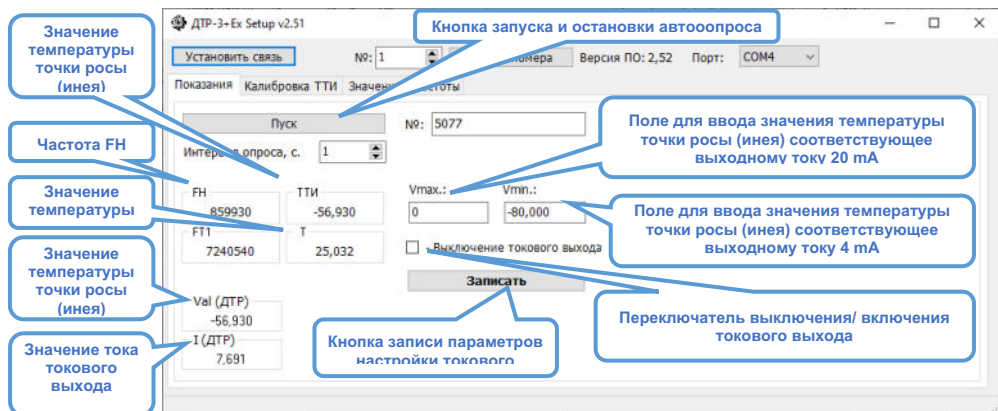

Рис. 9. Вид вкладки «Показания» программы ДТР.Ех.
Запустите соответствующую версии преобразователя программу `snsetup.exe`, выберите порт, к которому подключен кабель КК-2, нажмите кнопку «Установить связь». После этого откроется окно, показанное на рис.9.
Назначение элементов программы на вкладке «Показания» указано на рис.9.
1. Для выключения/включения токового выхода необходимо на вкладке «Показания» установить/снять переключатель «Выключение токового выхода» и нажать кнопку «Записать» (см. рис.9).
2. Для настройки диапазона токового выхода необходимо на вкладке «Показания» в поле «Vmax» ввести значение температуры точки росы/иней соответствующее выходному току 20 мА, а поле «Vmin» соответствующее току 4 мА нажать кнопку «Записать» (см. рис.9).